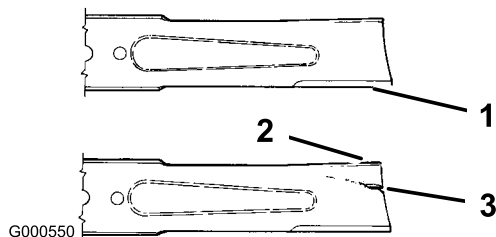

Figura 37
1. Controllate i taglienti (Figura 37). Se i taglienti non sono affilati o presentano intaccature, togliete le lame ed affilatele; vedere Affilatura delle lame.
2. Controllate le lame, in particolare l'area curva (Figura 37). In caso di danni, usura o scanalature nell'area (Figura 37, voce 3) montate immediatamente una nuova lama.